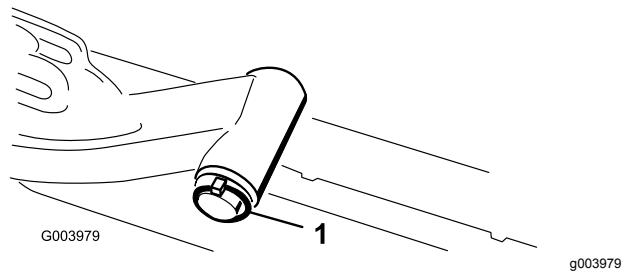

Figure 12
- A. Retirez la goupille à anneau et la rondelle qui fixent l'axe de pivot du bras de relevage au bras de relevage, et sortez l'axe de pivot du bras (Figure 12).
C. Insérez l'axe du bras de relevage dans le bras de relevage et fixez-le à l'aide de la rondelle et de la goupille à anneau (Figure 12).